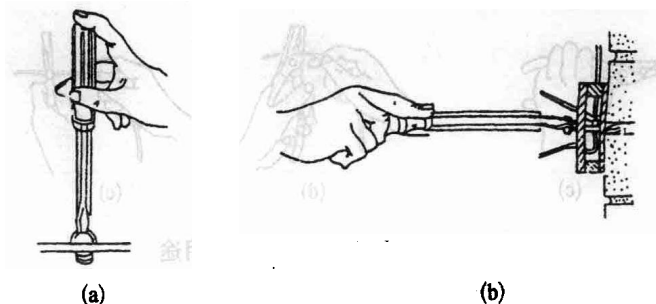

图 1-4 螺丝刀的使用
(3) 常用螺丝刀使用方法(图 1-4)
① 短螺丝刀的使用: 短螺丝刀多用来松紧电气装置接线桩上的小螺钉, 使用时可用大拇指和中指夹住握柄, 用食指顶住柄的末端捻旋[图 1-4(a)]。
② 长螺丝刀的使用: 长螺丝刀多用来松紧较大的螺钉。使用时, 除大拇指、食指和中指要夹住握柄外, 手掌还要顶住柄的末端, 这样就可以防止旋转时滑脱, 用法如图 1-4(b)。
③ 较长螺丝刀的使用: 可用右手压紧并转动手柄, 左手握住螺丝刀的中间, 不得放在螺钉的周围, 以防刀头滑脱将手划伤。